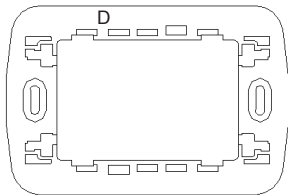

Fig.7
Con questa **Cornice portaplacca** (Fig.7) si possono montare le placche delle seguenti serie civili senza effettuare nessuna modifica:
*This type of **Holder plate** (Fig.7) allows the assembly of these plates without any modification.*